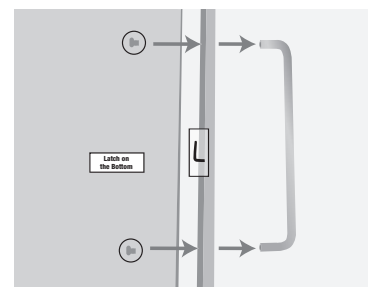

Figure 2
5. Placez les vis, le devant du tiroir et la poignée de la porte de manière à ce qu'ils soient tous alignés avec les deux trous qui se trouvent dans la poignée du tiroir. (voir Figure 2).